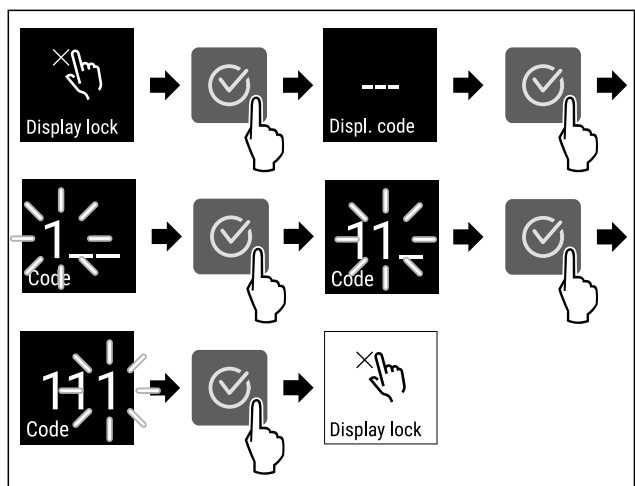

Fig. 49
- ▶ Изпълнете стъпките (виж Fig. 49) .